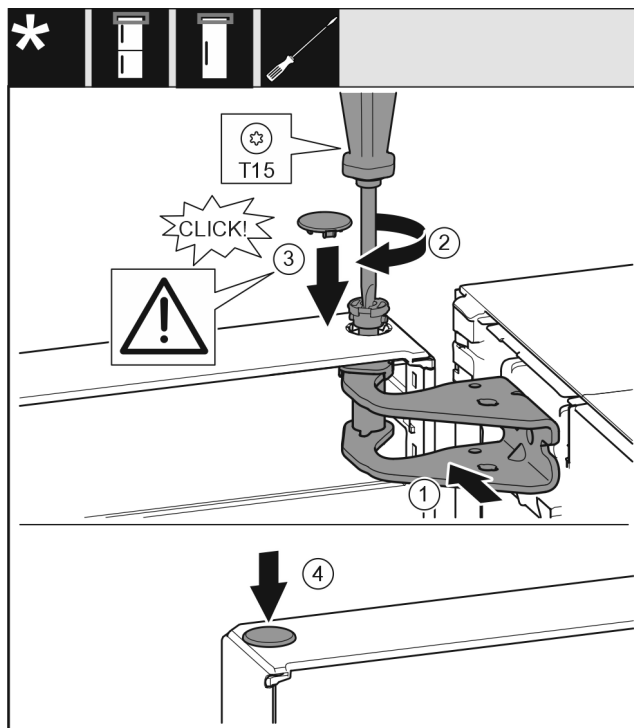

Fig. 19
- ▶ Dvere hore vyrovnajte s otvorom v ložiskovej konzole. Fig. 19 (1)
- ▶ Vložte čap a pevne ho priskrutkujte skrutkovačom T15. Fig. 19 (2)
- ▶ Namontujte poistný kryt pre poistku dverí: nasadíte poistný kryt a skontrolujete, či prilieha ku dverám. Inak čap vložte úplne. Fig. 19 (3)
- ▶ Nasadíte zátku. Fig. 19 (4)